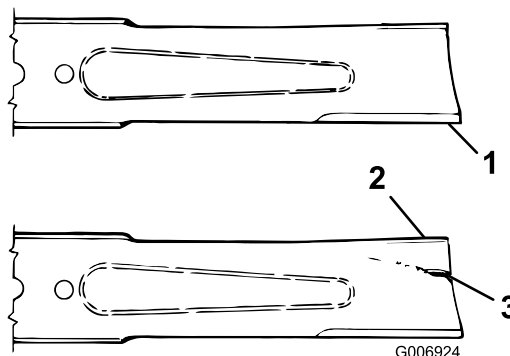

Figure 107
3. Examinez attentivement les tranchants de la lame, particulièrement au point de rencontre de la partie plane et de l'ailette (Figure 107).
4. Remplacez la lame si elle est usée (Figure 107) ; voir Retrait et montage des lames des unités de coupe (page 77).
Si la lame est trop usée, une entaille se forme entre l'ailette et la partie plane (Figure 107). La lame peut alors se briser et un morceau être projeté du dessous de la machine, vous blessant gravement ou une personne à proximité.